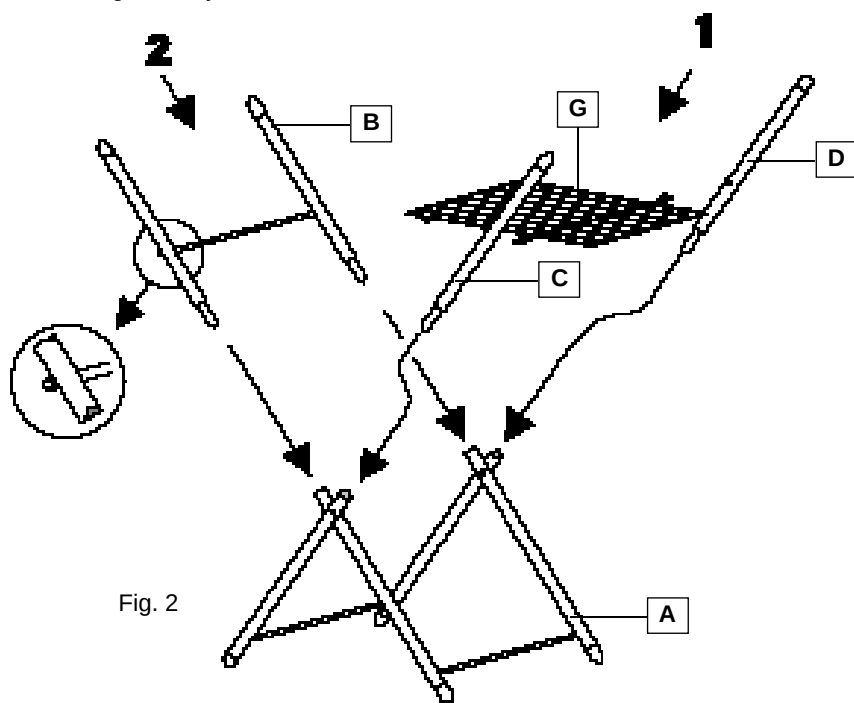

Fig. 2
- 3) De buitenste arm B in de specifieke positie van de standaardpoten A steken, erop lettend dat het verbindende dwarsstukje geplaatst is zoals aangegeven in fig. 2.